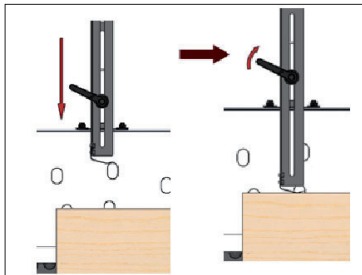

Abb. 5
- Stellen Sie die Breite des Werkstücks mit Hilfe des Hebels ein (Abb. 5).